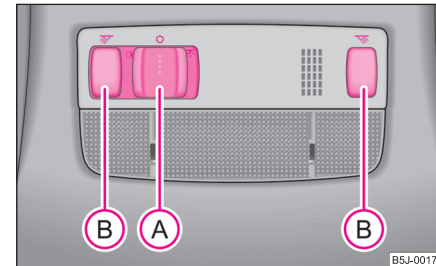

Abb. 39 Ausschnitt aus dem Dachhimmel: Innenbeleuchtung vorn
- Drücken Sie den Schalter  nach rechts in die Stellung  ⇒ Abb. 39.
- Drücken Sie auf einen der Schalter **(B)** ⇒ Seite 51, Abb. 39, um die rechte oder linke Leseleuchte ein- bzw. auszuschalten.